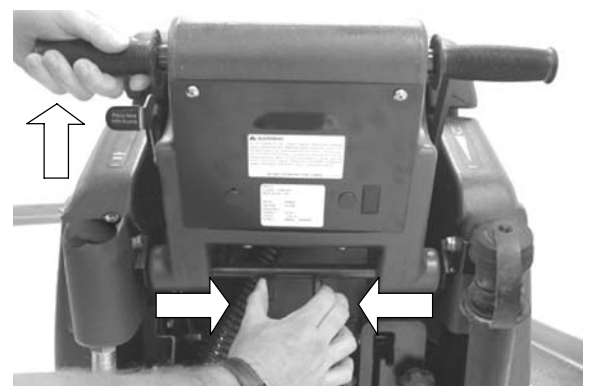

FIG. 16
- Réglez les poignées à une hauteur confortable (trois positions). Pressez en même temps les deux leviers sous le panneau de commande pour soulever ou abaisser les poignées (Figure 16).